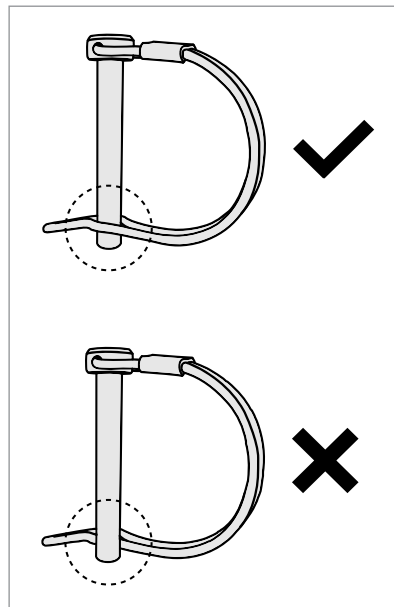

Figure 8
3. Make sure the retaining pin has locked properly as shown (Figure 8).
3. Bitte vergewissern Sie sich, dass der Halterungsstift fest sitzt, gemäß der Abbildung (Abb. 8).
3. Vérifiez que la tige de retenue est bien fermée, comme illustré (Figure 8).